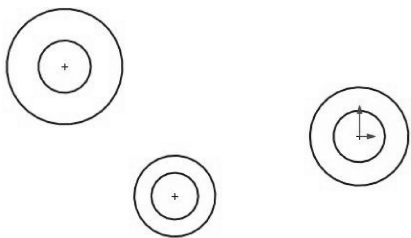

图 2-15 绘制圆
- 03 单击【圆】按钮，绘制如图 2-15 所示的 3 组同心圆，暂且不管圆的尺寸及位置。